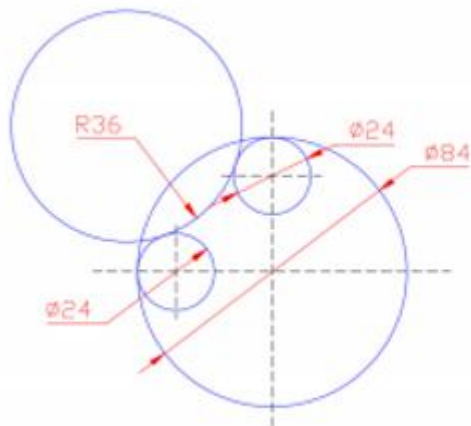
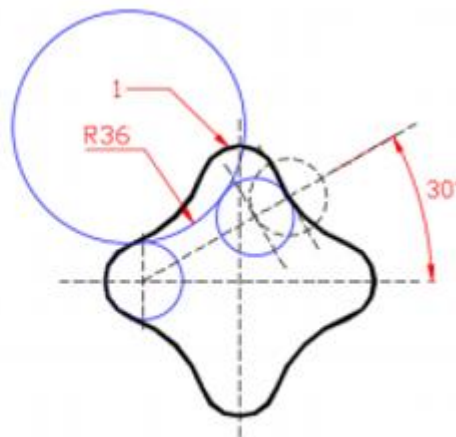
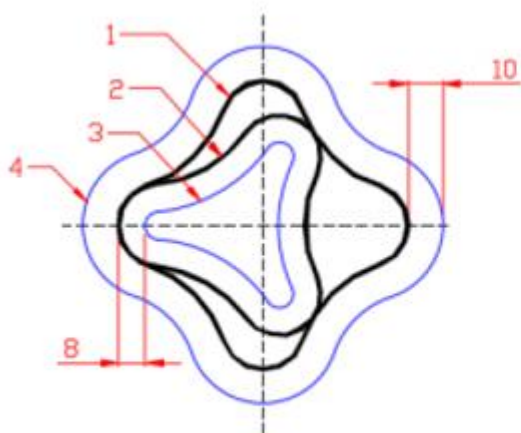

Рис. 2.
Рис. 3.
Рис. 4.
14.1. Вспомогательные построения, показанные на рис.2 и рис.3 используются для построения сопряжения двух окружностей дугой заданного радиуса. Используйте вспомогательные
построения на рис.2 для построения фигуры 1 (см. рис.3,4), а на рис.3 для построения фигуры 2 (см. рис.4).
14.2. Фигура 1 на рис.4 получена при помощи команды ПОЛИЛИНИЯ. Для рисования вспомогательных построений использовались команды КОПИРОВАТЬ и Рисование=> КРУГ=Две точки касания, радиус. Для вспомогательных построений фигуры 2 использовалась команда ЗЕРКАЛО
14.3. Для построения фигур 3, 4, показанных на рис. 4 пользуйтесь командой смещение